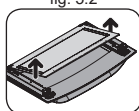

fig. 5.3
3. Retire o vidro interno (fig. 5.3) e limpe os vidros e a porta do forno com esponja, detergente neutro e água;